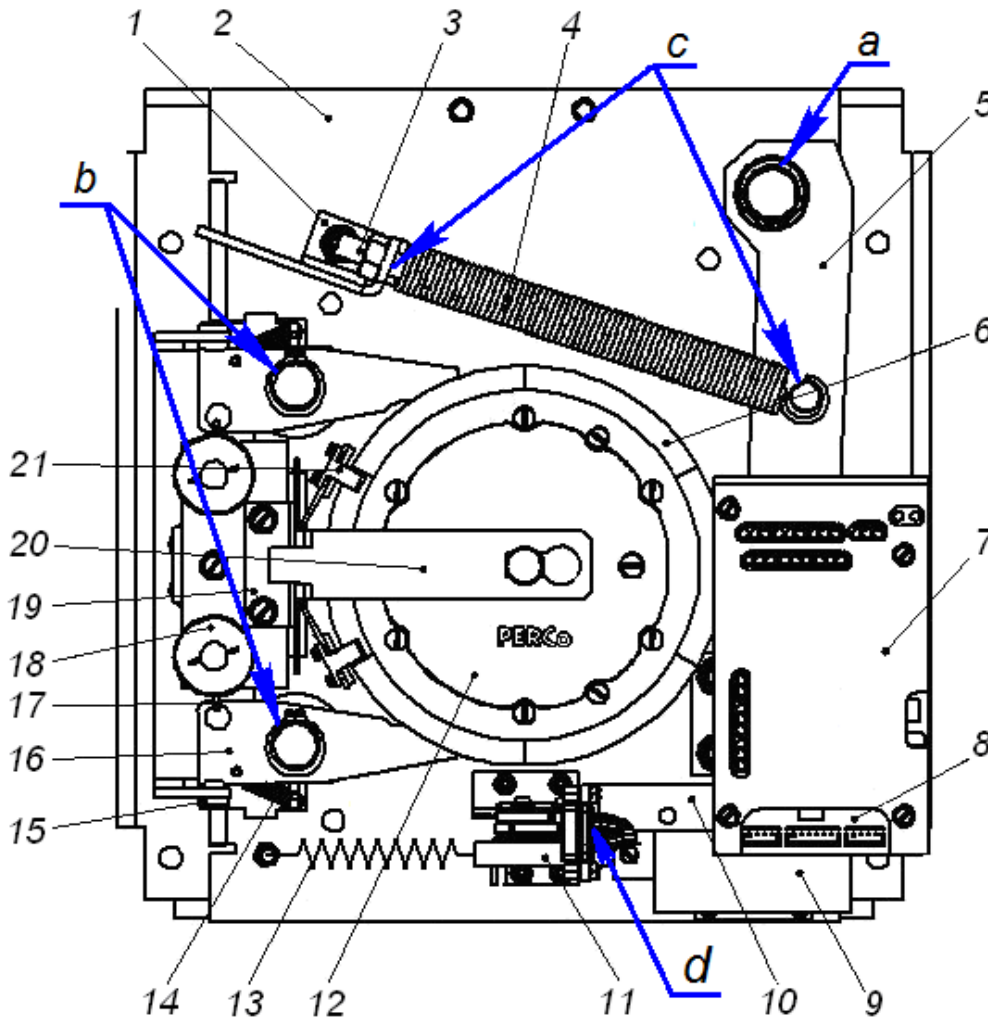

Рисунок 13. Расположение внутренних деталей и узлов механизма турникета (a, b, c, d – места смазки)
3. Проверьте надежность крепления осей преграждающих планок (5) к маховику.
5. Снимите крышку с блоком индикации (2) (см. разд. 6).
6. Проведите визуальный осмотр устройства доворота (толкателя, пружин и ролика), оптических датчиков поворота преграждающих планок и демпфирующего устройства (см. рис. 13).
7. Удалите чистой ветошью, смоченной спирто-бензиновой смесью, возможное загрязнение с поверхности кольца контрольного (6, рис. 13) находящегося в зазоре оптических датчиков поворота преграждающих планок.
8. Выполните смазку поверхностей трения механизма турникета (см. рис. 13):
10. Подключите разъем кабеля платы индикации к разъему платы управления и установите на место крышку с блоком индикации (2) в порядке, обратном снятию. Правильная установка крышки с блоком индикации (2) не требует применения больших физических усилий.
11. Установите маховик (3) с преграждающими планками (5). Порядок установки маховика указан в разд. 8.4.6.
12. Проверьте работу устройства электромеханической разблокировки преграждающих планок (5) подачей и снятием напряжения питания на турникет.
13. Проверьте надежность крепления стойки турникета к полу и при необходимости подтяните болты анкеров (13). Для этого:
- извлеките заглушки (14) из отверстий в основании стойки турникета (1);
- подтяните болты анкеров (13);